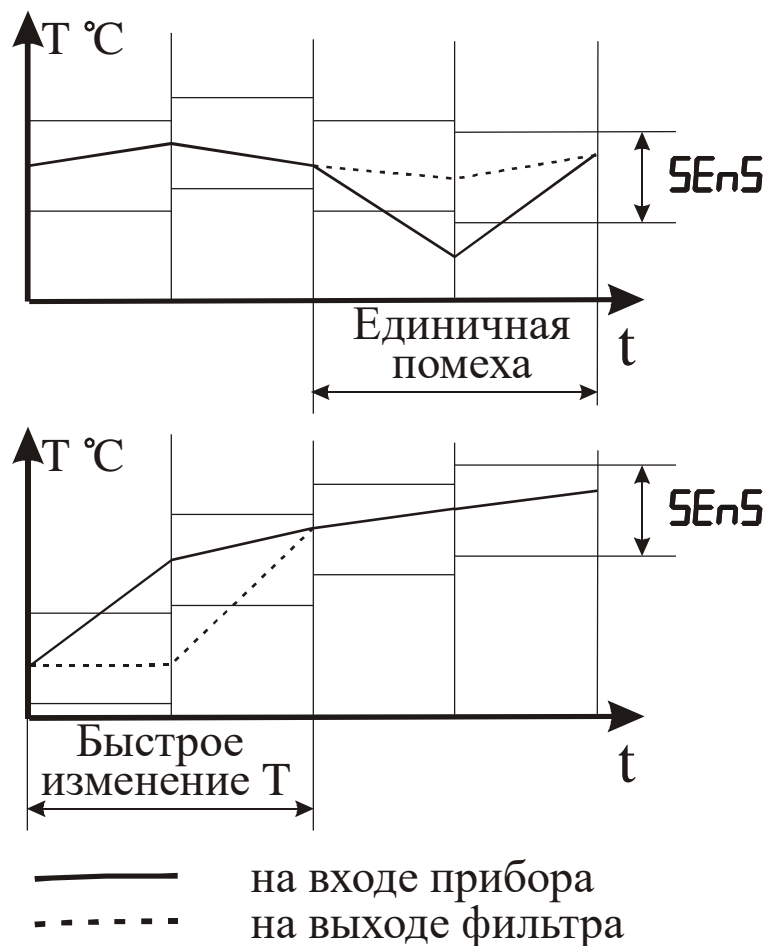

Рисунок 3.16 – Работа фильтра при воздействии случайной помехи и быстром изменении сигнала
3.3.3.7 С целью уменьшения влияния случайных импульсных помех на показания в прибор введена цифровая фильтрация. Работа фильтра описывается параметром “Полоса фильтра”. Если текущее значение температуры отличается от результатов предыдущего измерения на значение, которое превышает указанное в параметре “Полоса фильтра”, то проводится повторное измерение температуры, а на индикаторе остается старое значение (см. рисунок 3.16). О повторном измерении свидетельствует мигание светодиодного индикатора “К” зеленого свечения по соответствующему каналу.